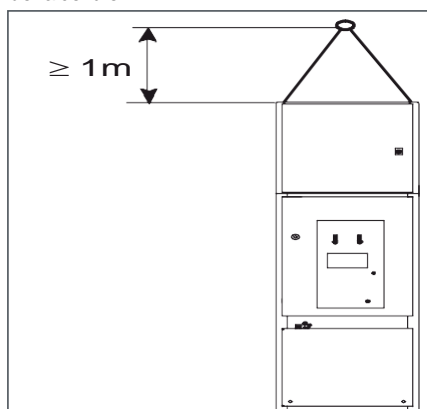

Fig. 5.2
- Accrocher les sangles de grue dans les quatre oeillets de suspension pour le transport sur le haut de la cellule (Fig. 5.1). Respecter une hauteur minimale de 1 m (Fig. 5.2).
- Accoupler la cellule sur les deux points de fixation à l'avant et sur au moins un point de fixation à l'arrière (Fig. 5.2); vis à six pans M 10 x 30 + cheville.